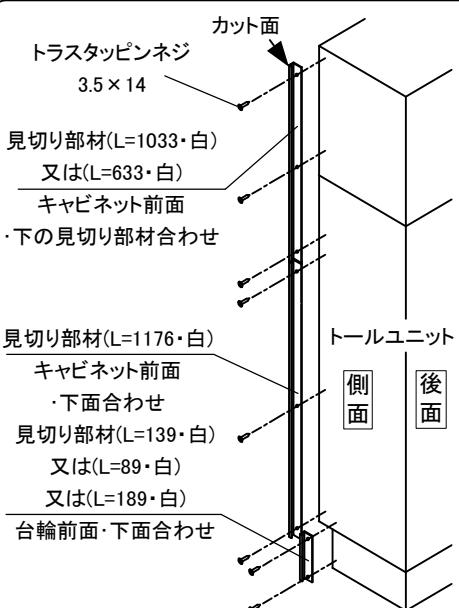

図16
- ④見切り部材をネジ(トラスネジ3.5×14)で固定してください。(図16)